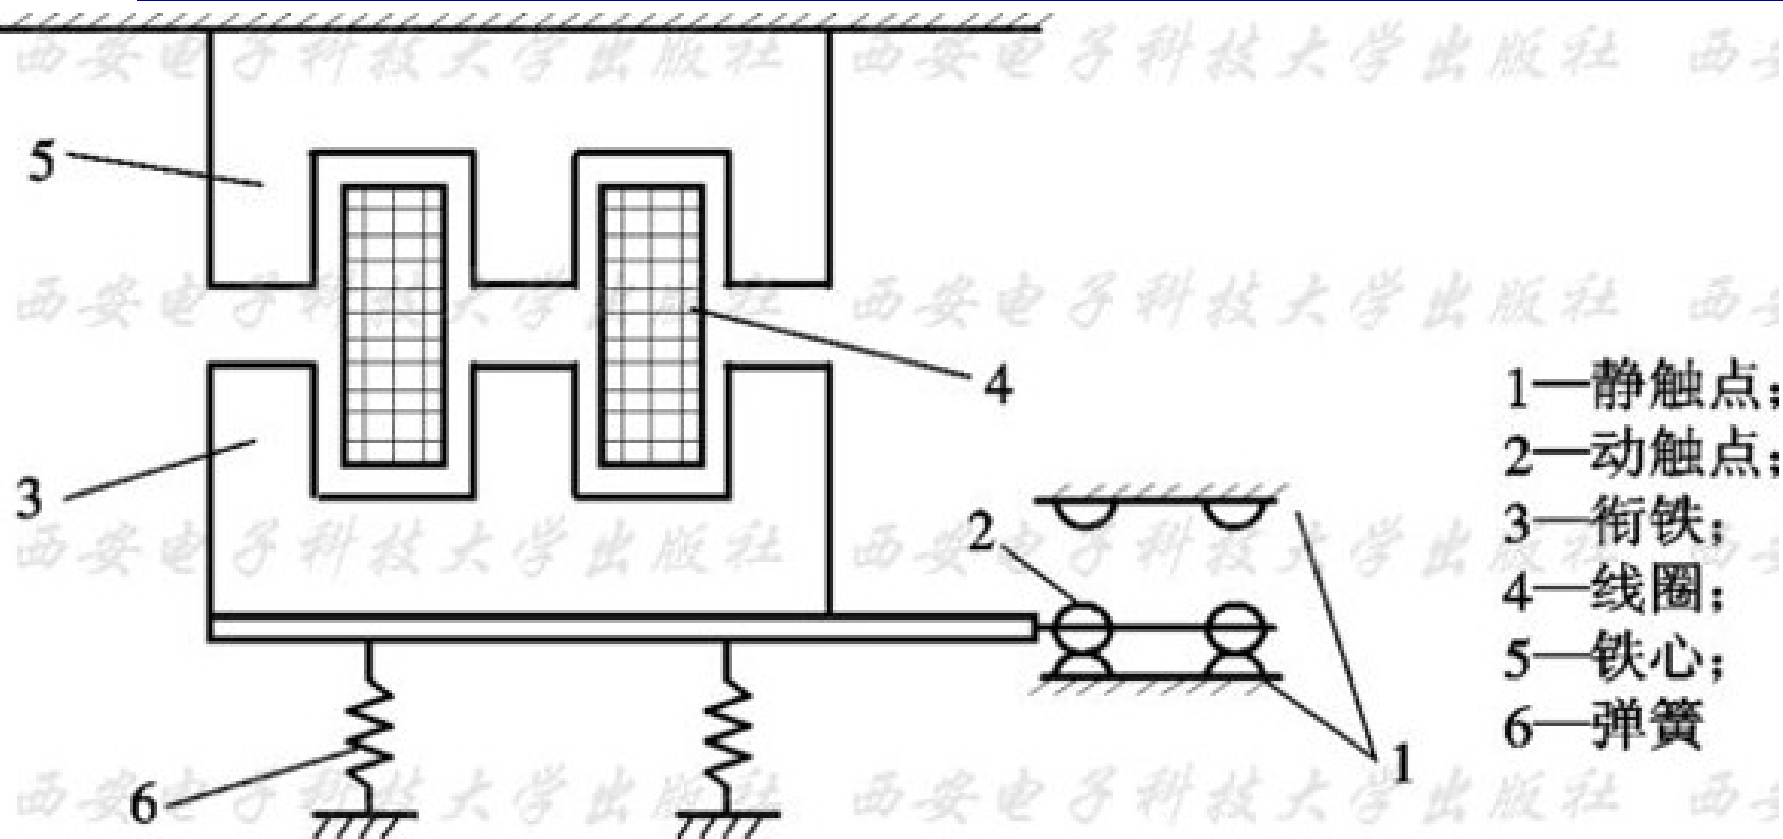

图1-18 接触器构造示意图
5. 如图1-18所示，接触器主要由电磁系统、触头系统、灭弧系统（图中未画出）及其他部分构成。
1. 如图1-18所示，当接触器线圈通电后，线圈电流产生磁场，使铁心产生电磁吸力吸引衔铁，并带动触头动作：常闭触点断开，常开触点闭合，两者是联动的。当线圈断电时，电磁吸力消失，衔铁在自重和释放弹簧的作用下，使触点复原：常开触点断开，常闭触点闭合。接触器的触点数目应能满足控制线路的要求。